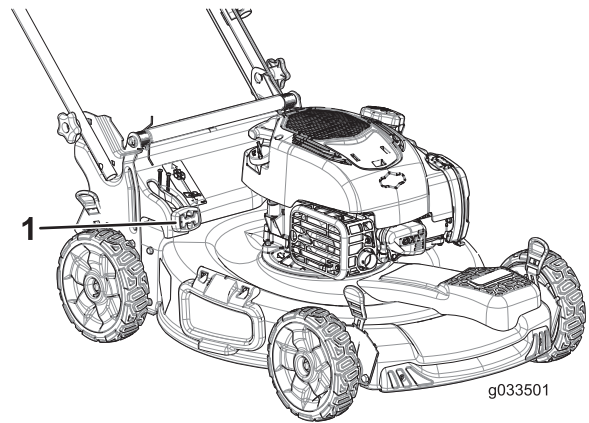

Bild 23
- Zum Sammeln des Schnittguts und Laubs drücken Sie die Taste am Hebel für den zuschaltbaren Fangkorb und bewegen den Hebel nach vorne, bis die Taste am Hebel herauspringt (Bild 23).